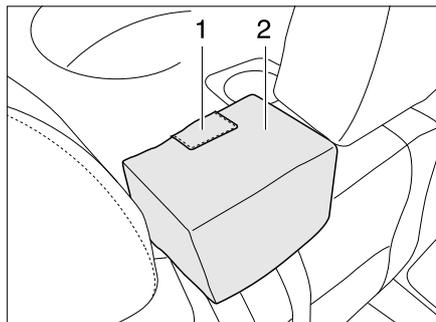

Bild 12 Sicherheitsgurt Sitzbank
- Die Gurtsäule (Bild 12,2) mit beiden Händen kräftig nach unten drücken und loslassen.
- Auf den gekennzeichneten Bereich (Bild 12,1) des Polsters drücken.